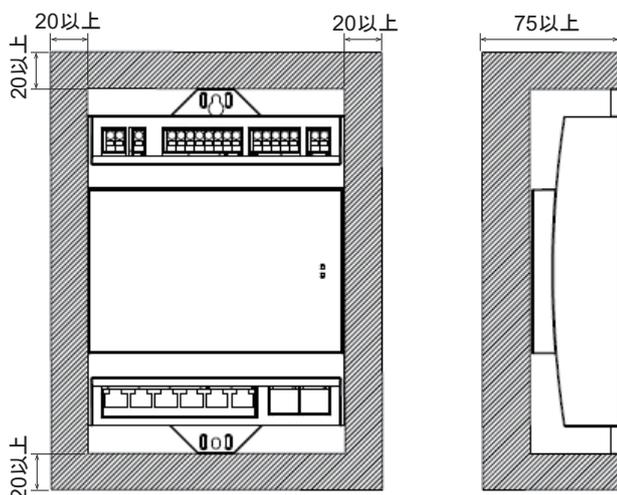

図8 設置スペース (mm)
- 防じん構造のボックスなどに格納されていない場合は、『図8 A』に示すような設置はしないでください。